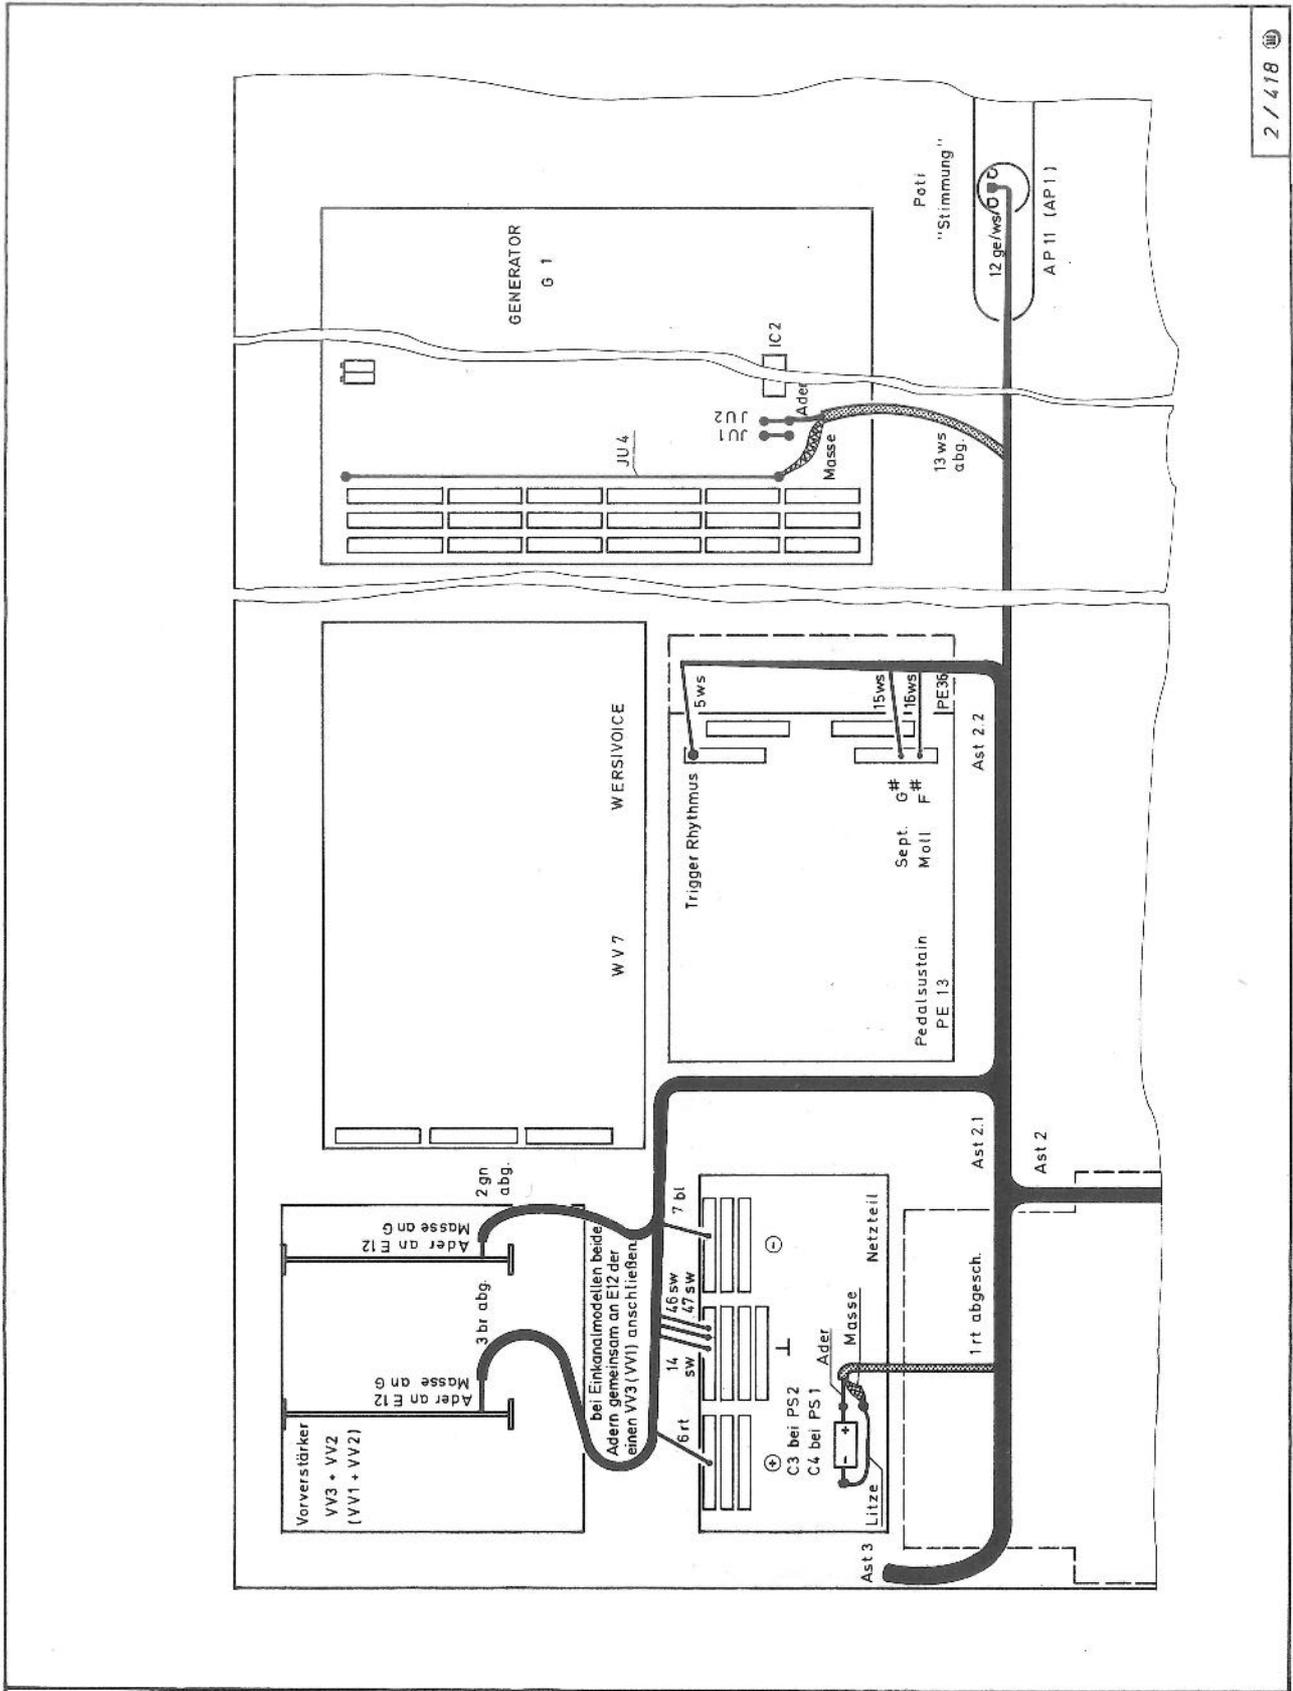

Abb. 30: SZ 6, Ast 2
4. Die einzelnen Leitungen (auf der Arbeitsfläche – nicht in der Orgel) nach den Abb. 30, 31 und 32 und der Stückliste 10 "Kleinteile zur Verdrahtung" mit Anschlagkontakten und Buchsengehäusen versehen.